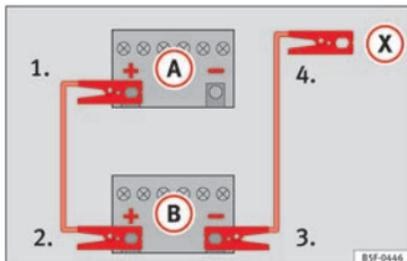

Abb. 189 Anschlussschema für Fahrzeuge ohne Start-Stopp-System.
mit der entladenen Fahrzeugbatterie (A) an » » Abb. 189.
3. Klemmen Sie das andere Ende des *roten* Starthilfekabels an den Pluspol (+) des stromgebenden Fahrzeugs (B) an.
4. **Bei Fahrzeugen ohne Start-Stopp-System:** ein Ende des *schwarzen* Starthilfekabels an den Massepunkt (-) des Strom gebenden Fahrzeugs (B) » » Abb. 189 anklennen.